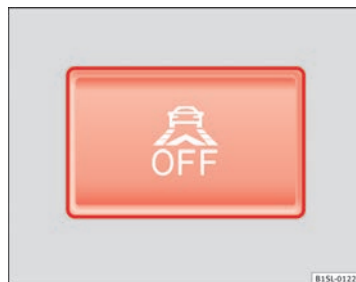

Fig. 94 Sur la partie inférieure de la console centrale : Touche de la fonction d'assistance au freinage en ville.
- Appuyez sur la touche → fig. 94 de la console centrale.